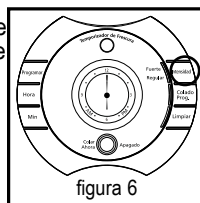

figura 6
2. Para saborear uma xícara de café mais forte, pressione o botão de intensidade do café “Intensidad” um vez. A luz indicadora de forte “Fuerte” irá acender. A cafeteira irá manter a seleção de intensidade que foi selecionada até que a mesma seja mudada de volta para “Regular” ao pressionar o botão “Intensidad” ou até que a cafeteira seja desligada da tomada (Figura 6).